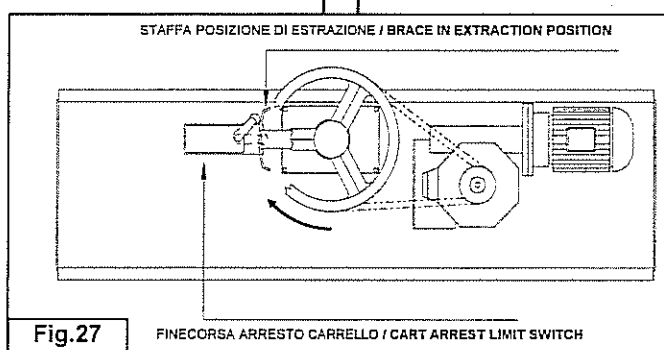

Fig.27
-Verificare, ed eventualmente correggere attraverso l'apposita staffa fissata al sistema di traino (Fig.27), l'arresto del carrello in posizione di sgancio-estrazione. (SOLO PER FORNI CON SOLLEVAMENTO AUTOMATICO)
- Check the cart arrest in the unhooking and unloading position and correct it if necessary using the brace secured to the movement system (Fig. 27) (ONLY FOR OVENS WITH AUTOMATIC HOISTING)